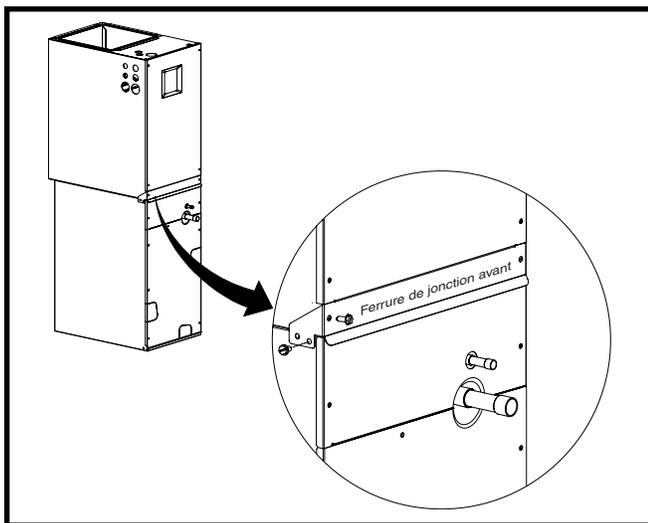

Figure 3. Installation de la ferrure avant (installation ascendante seulement)
4. Fixez la ferrure de jonction avant sur le devant de l'appareil modulaire. Alignez les trous pour vis de la ferrure sur les trous de la ferrure avant inférieure et le panneau supérieur du boîtier du serpentin. Voyez la Figure 3 \(page 7\).
1. Retirez la ferrure inférieure avant (Figure 3) de l'appareil modulaire. Conservez les vis pour les réutiliser plus tard.